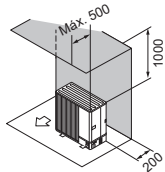

Fig. 2-7
- (2) Obstrucciones o superficies cerradas solo en las partes posterior y superior (Fig. 2-7)